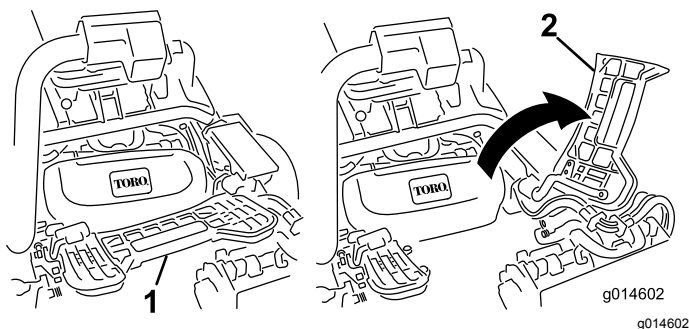

Figura 45
1. Sollevate il poggiapiedi e ruotatelo per aprirlo, creando accesso alla posizione dell'apparato di taglio centrale (Figura 45).